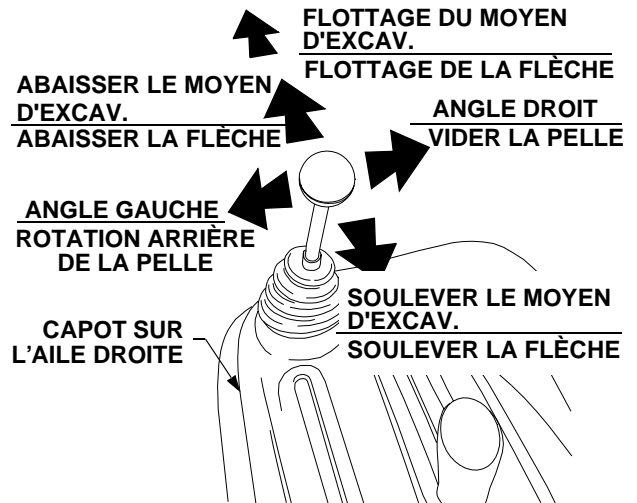

Figure 24
- Tirez la manette en arrière pour soulever le moyen d'excavation avant ou la flèche de chargement avant. Voir la Figure 24.
- Poussez la manette en avant pour abaisser le moyen d'excavation avant ou la flèche de chargement avant. Voir la Figure 24.
- Poussez la manette vers la droite pour déplacer (si fonctionnalité présente) le moyen d'excavation avant vers la droite ou vider la pelle. Voir la Figure 24.